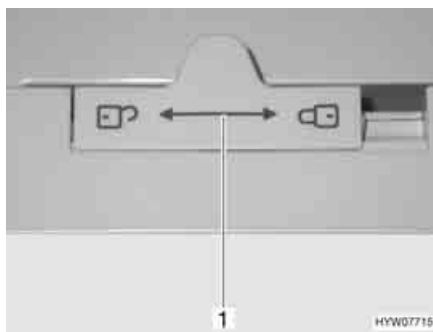

Fig. 197 Bloccaggio della porta del frigorifero (serie Dometic 7)
- Spostare il dispositivo di bloccaggio (Fig. 197,1) verso sinistra "🔓".
- Spostare il dispositivo di bloccaggio (Fig. 197,1) completamente verso destra "🔒".